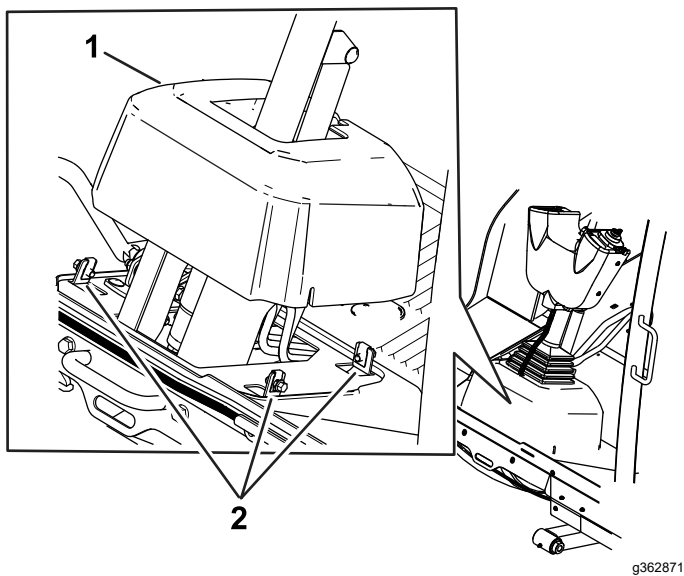

Bild 2
2. Lösen Sie die Schrauben um den Lenksäulenfuß und heben Sie den Fuß an (Bild 2).